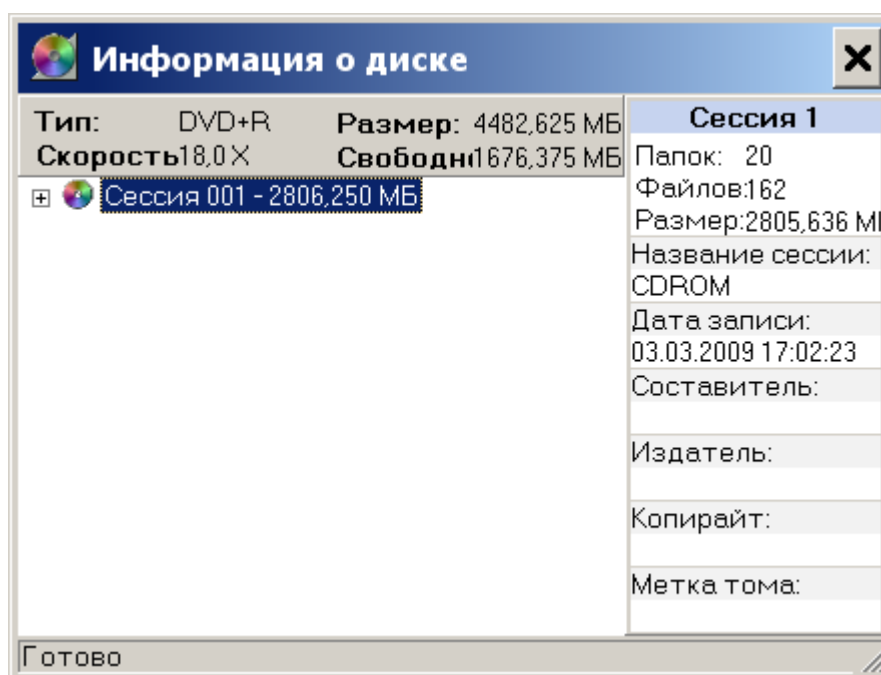

Рис. 7.5. Пример окна **"Информация о диске"**
- дополнительная информация об авторских правах владельца записанной информации (Рис. 7.5).